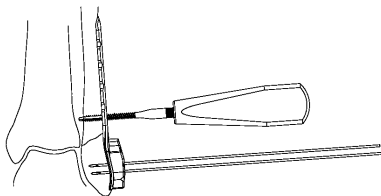

図10
- 9) 骨質が硬い場合は、3.5LS 用タップ (グリップ型) にて、イメージインテンシファイヤー (X 線透視) で確認しながらプレタップを行います。(図10)